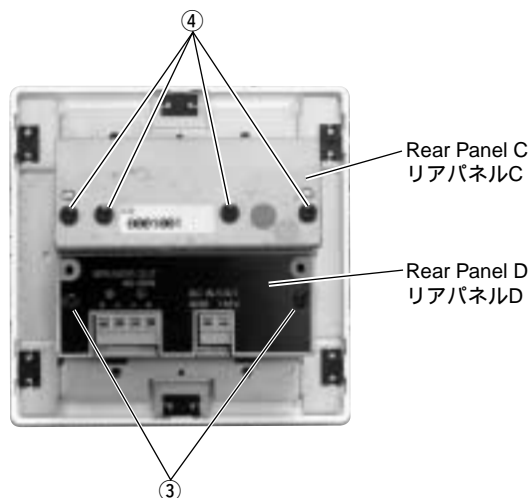

Fig. 2
- a) Remove 2 screws marked [③]. (Fig. 2)
- b) Remove the Rear Panel D. (Fig. 2)
- c) Remove 4 screws marked [④]. (Fig. 2)
- d) Remove the Rear Panel C by sliding it downward. (Fig. 2)
- a) ③のネジ2本を外します。( Fig.2)
- b) リアパネルDを取り外します。( Fig.2)
- c) ④のネジ4本を外します。( Fig.2)
- d) リアパネルCを下方へスライドさせ、取り外します。( Fig.2)